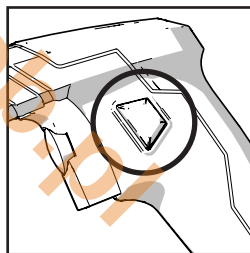

Fig. 6
- Mantenga presionado el interruptor de bloqueo. (**Fig. 6**)